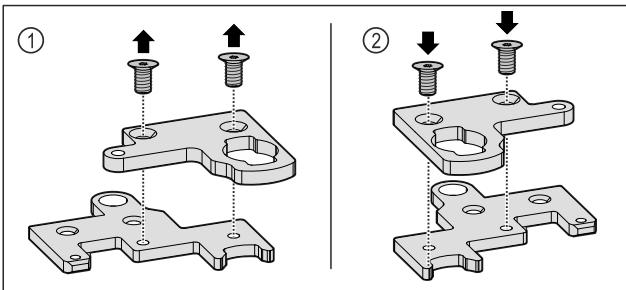

Fig. 34
- Izjauciet divdaļīgo lokāmo kronšteinu. Fig. 34 (1)
- Salieciet atkal kopā divdaļīgo lokāmo kronšteinu, pagrieztu par 180°. Fig. 34 (2)